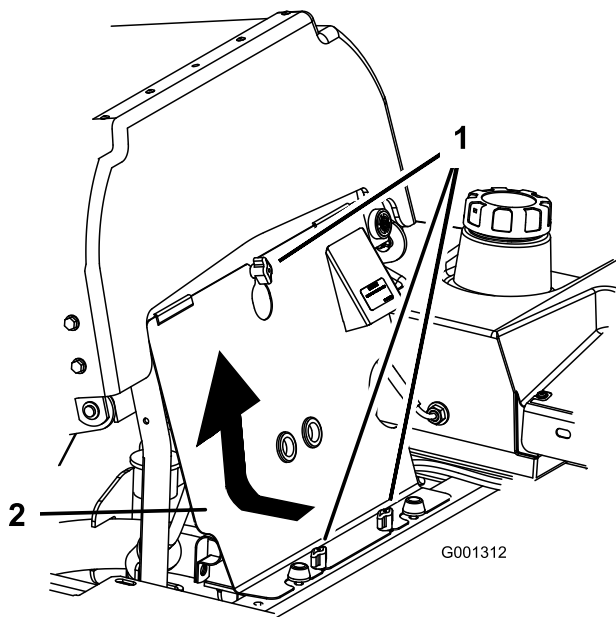

Figura 62
1. Inclinate il sedile in avanti e toglie il pannello anteriore del motore (Figura 62).